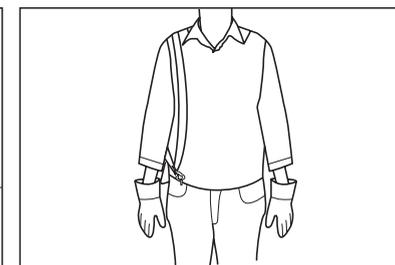

Fig. 20
- > Passez le harnais sur l'épaule droite, avec le mousqueton au niveau de la hanche droite (fig. 20)